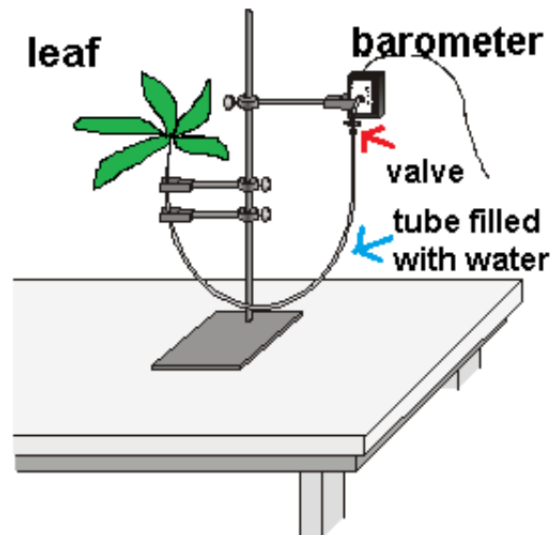

Fig. 1: Muntatge per explorar la transpiració de la planta (Redding & Masterman, 2007 - adapted).
- 5) Fixa el tub al suport de manera que l'extrem amb la fulla estigui 5 cm per sota la superfície de l'aigua de l'altre extrem, on hi ha el tub connectat al baròmetre (Fig. 1).